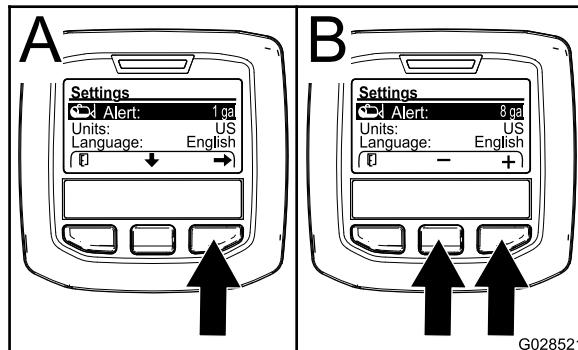

Figure 69
2. Appuyez sur le bouton de sélection central pour mettre en surbrillance le réglage Alert (Figure 69).
3. Appuyez sur le bouton de sélection droit (Figure 69).
4. Utilisez le bouton de sélection central ou droit pour saisir la quantité minimum dans la cuve à laquelle l'alerte s'affichera pendant le fonctionnement du pulvérisateur (Figure 69).